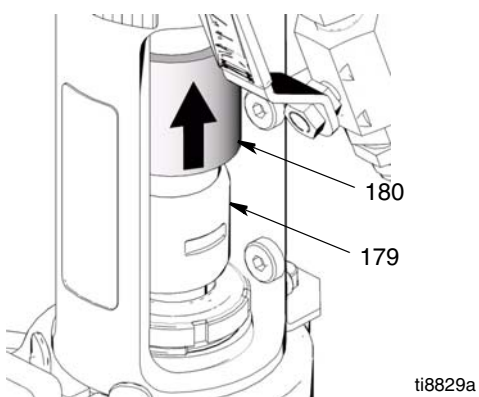

FIG. 8
4. (FIG. 8) Deslice la cubierta del acoplador (180) hacia arriba para exponer completamente los acoplamientos del eje (179).